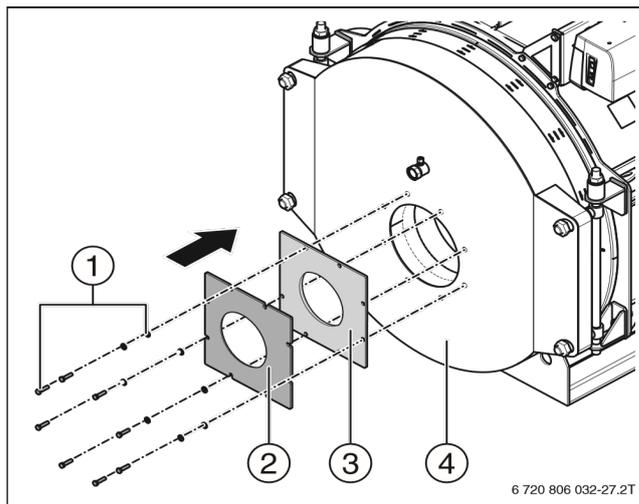

Рисунок 18 Монтаж пластины под горелку
- Наденьте уплотнение на фланец горелки (Рисунок 18, [3]).